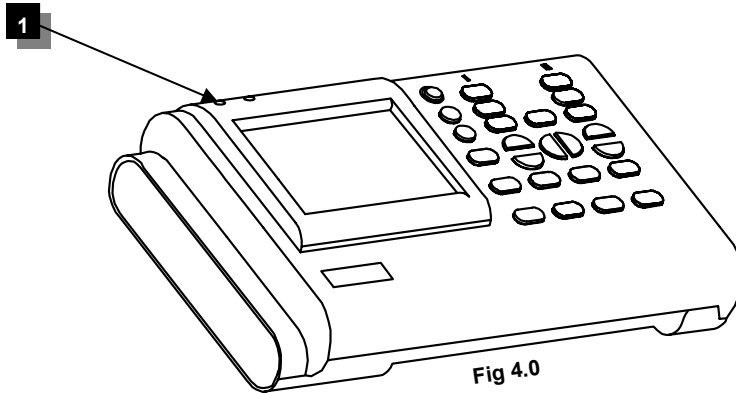

Fig 4.0
☞ The "**charge**" indicator LED (**1**) at the top of the device will be lit during the charging process. (see fig.4.0)
- ☞ De **"charge"** indicatie led (1) bovenaan het toestel zal oplichten tijdens het opladen van de batterij. (Zie fig. 4.0)
- ☞ La LED d'indication **"charge"** (1) en tête de l'appareil sera (Voir fig. 4.0).
- ☞ Die LED-Anzeige **"charge"** an der Obenseite des Geräts wird während des Ladevorgangs brennen (Abb. 4.0).